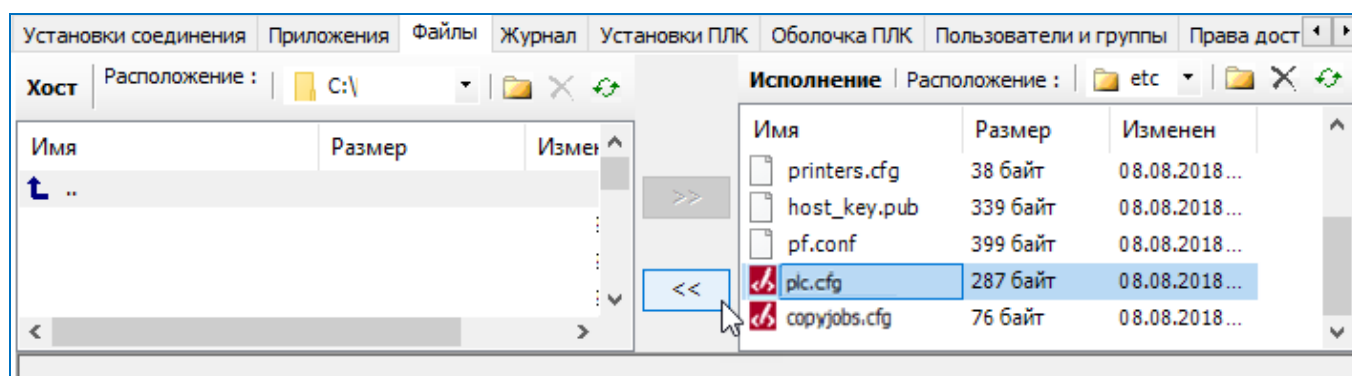

Рисунок 193 – Обмен файлами между ПК и контроллером
- в Epsilon LD на главной вкладке параметров устройства перейдите на вкладку **Файлы**. В области **Исполнение** нажмите кнопку  (**Обновить**). В окне отобразится дерево файлов, имеющихся на контроллере R400. Найдите папку **etc** (Рисунок 193);